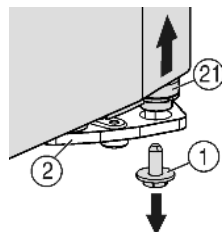

Fig. 4
- ▶ Unten rechts am Lagerbock die Sicherungsschraube Fig. 4 (1) herausdrehen.
- ▷ Der Lagerbolzen Fig. 4 (21) löst sich aus dem Lagerbock Fig. 4 (2).
- ▶ Falls sich der Lagerbolzen Fig. 4 (21) nicht löst, den Bolzen von unten herausdrücken.
- ▶ Sicherungsschraube Fig. 4 (1) unten in den Lagerbolzen eindrehen und festziehen (mit 4 Nm).